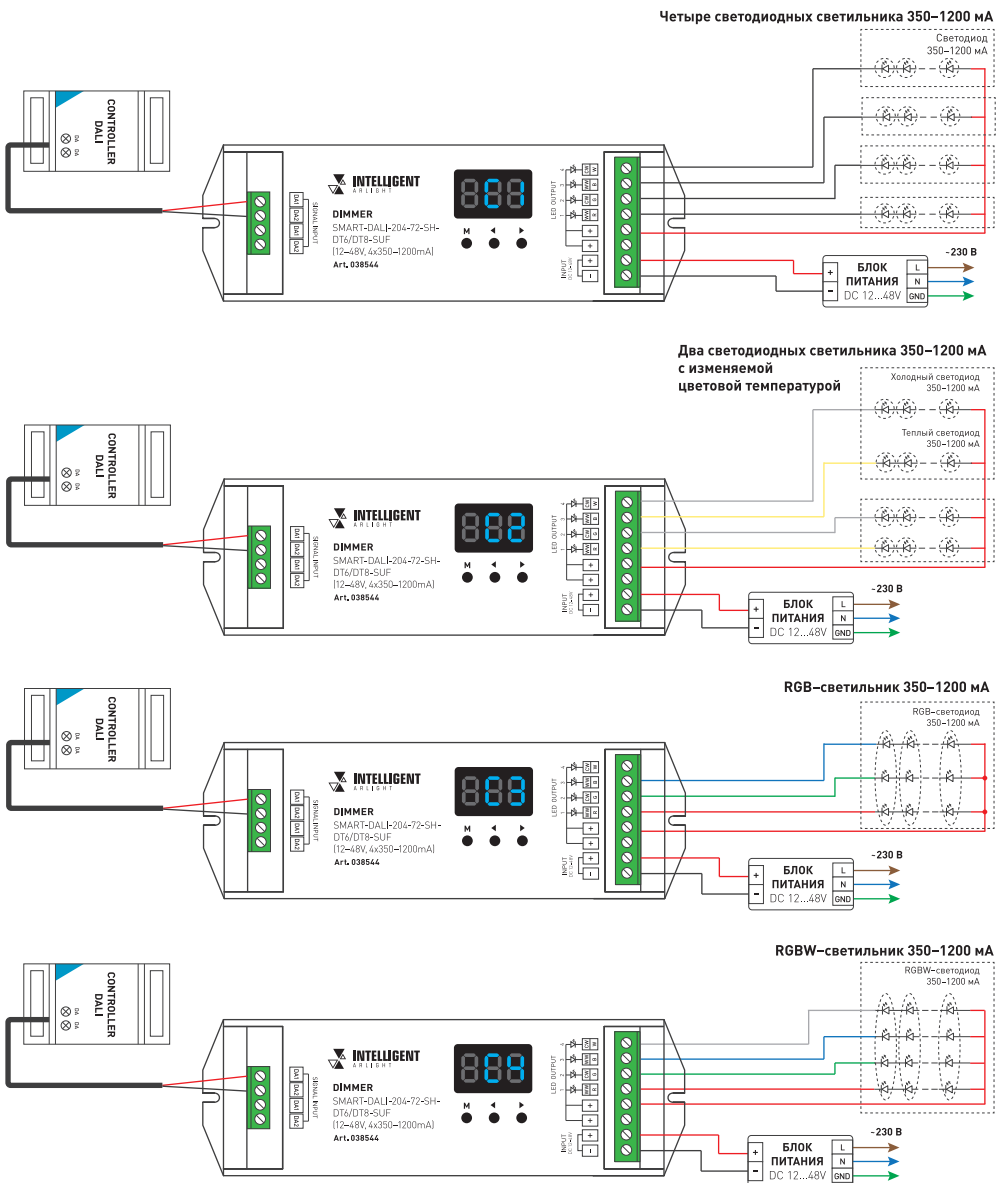

Рис.1. Пример схемы подключения диммера к токовым лентам
- 3.3. Подключите диммер согласно схеме на рис. 1.